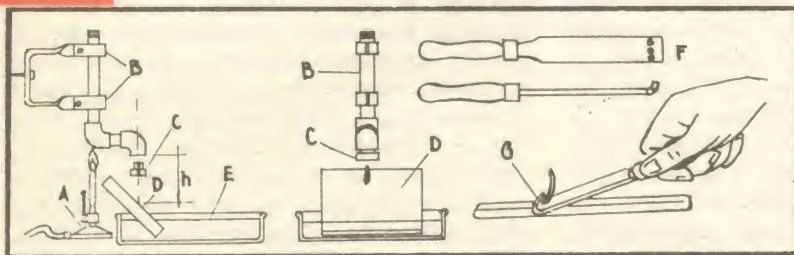

Fig. 2
completa fusione aggiungete la quantità di stagno. Le impurità che appaiono in superficie saranno eliminate con l'aiuto di un coltello (B). Quando la lega è in completa fusione versatela nella scanalatura di una tavola (C-D,H), o in un piccolo profilo metallico di sezione scelta. Per la facilità del lavoro, i bastoncini avranno una sezione di 5x5 mm. Ma in pratica, questa sezione deve essere proporzionata alla potenza del saldatoio. Se questi bastoncini sono destinati all'uso di un cannello di una lampada a benzina, essi possono essere colati in una griglia in ghisa proveniente da una stufa (E-F). Una saldatura molto fusibile è composta in parti uguali di piombo e stagno ai quali si aggiunge il 10% di bismuto. Il preparato di saldature auto-pulenti necessita di metallo d'apporto in graniglia. Il dispositivo della fig. 2 permette di ottenere questa graniglia automaticamente. Un tubo piegato a gomito è riscaldato alla sua estremità da un becco bunsen (A). L'estremità curva è chiusa da un tubo di regolazione il cui diametro di apertura (C) determina la grandezza della graniglia. La saldatura, essendo stata introdotta nella parte superiore del tubo, si scarica goccia a goccia da (C) e cade su di una tavola paraffinata. Essendo questa tavola inclinata a 45°, lascia cadere la saldatura in una vaschetta di acqua fredda (E). Ciò è sufficiente per formare la graniglia. Per questi lavori di zinco e lattoneria è preferibile pre-